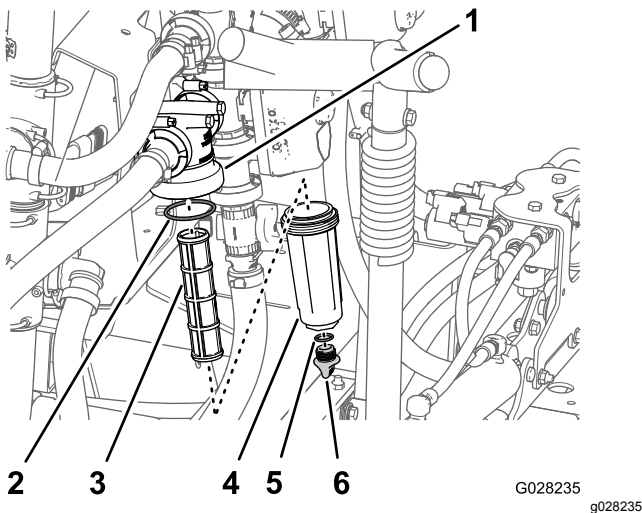

Figure 91
2. Placez un bac de vidange sous le filtre sous pression (Figure 91).
3. Tournez le bouchon de vidange dans le sens antihoraire et déposez-le de la cuvette du filtre sous pression (Figure 91).
4. Tournez la cuvette dans le sens antihoraire et déposez-la de la tête du filtre (Figure 91).
5. Retirez l'élément du filtre sous pression usagé (Figure 91).
6. Contrôlez l'état et l'usure du joint torique du bouchon de vidange (à l'intérieur de la cuvette) et du joint torique de la cuvette (à l'intérieur de la tête du filtre) (Figure 91).
7. Montez le nouvel élément filtrant dans la tête du filtre sous pression (Figure 91).
8. Vissez la cuvette sur la tête du filtre à la main (Figure 91).
9. Vissez le bouchon sur la cuvette à la main (Figure 91).